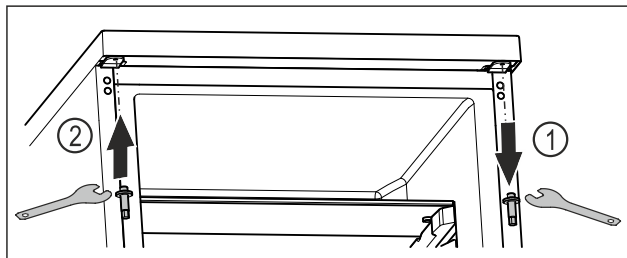

Fig. 22
- ▶ Vyskrutkujte čap vonkajším kľúčom na šesťhrannú maticu. Fig. 22 (1)
- ▶ Zaskrutkujte čap na opačnú stranu vonkajším kľúčom na šesťhrannú maticu. Fig. 22 (2)